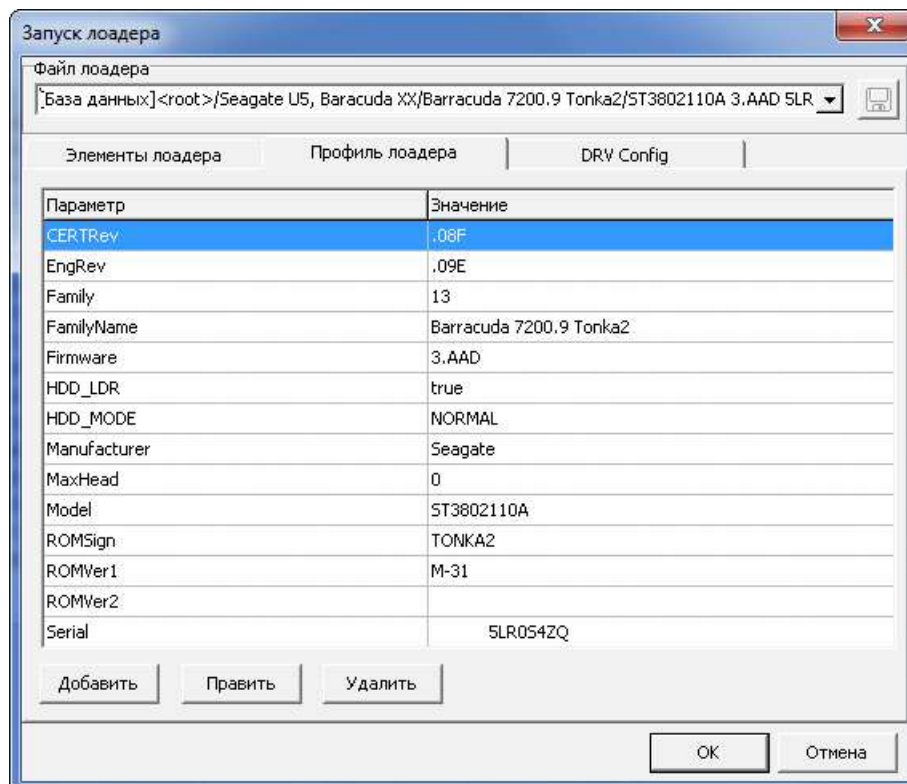

Рис. 6.29.
- ◆ Закладка «Профиль лоадера» содержит данные о диске, с которого лоадер был считан (Рис. 6.29).